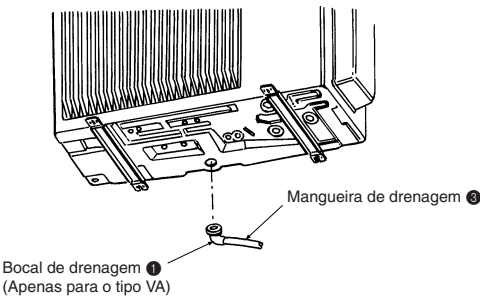

Fig. 4-1
4. Tubagem de drenagem da unidade exterior (Fig. 4-1)